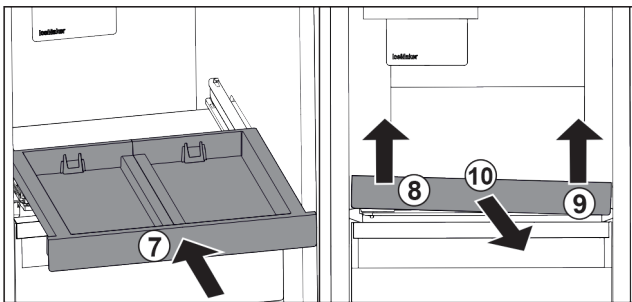

Fig. 125
- ▶ Вставьте выдвижную панель. Fig. 125 (7)
- ▶ Приподнимите выдвижную панель спереди слева. Fig. 125 (8)
- ▶ Приподнимите выдвижную панель спереди справа. Fig. 125 (9)
- ▶ Извлеките выдвижную панель движением вперед. Fig. 125 (10)